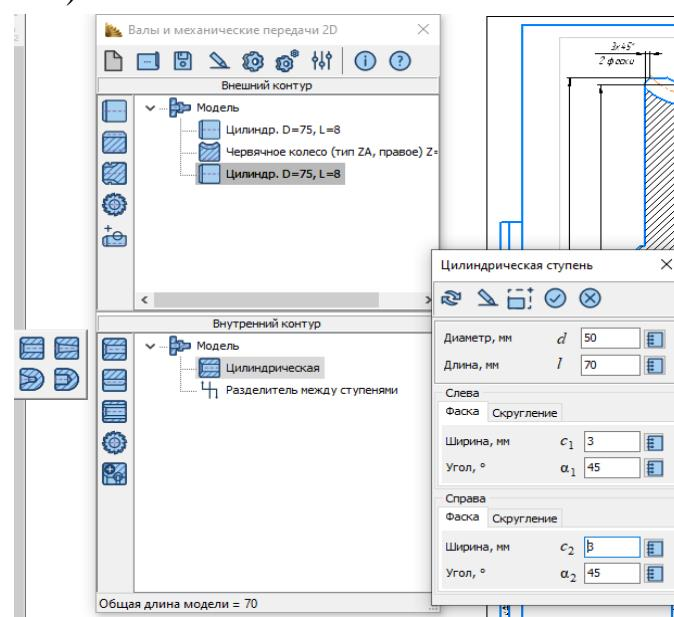

Рисунок 40 - Ввод параметров внутренней цилиндрической ступени
- В открывшемся окне задайте параметры внутренней цилиндрической ступени в соответствии с чертежом (отверстие для посадки на вал): $d=50$ мм, $l=70$ мм, фаска слева и справа – $3 \times 45^\circ$ (рисунок 40) и нажмите кнопку *OK* .